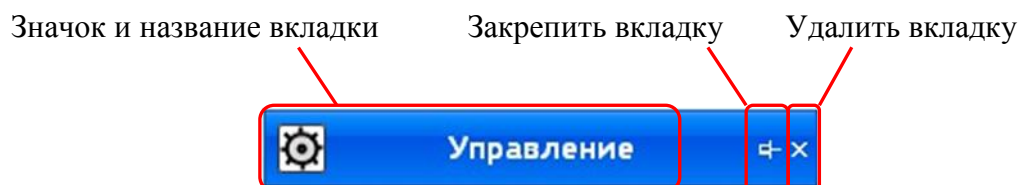

Рисунок 6.3 – Заголовок вкладки
6.3.2 Отображение вкладок задаётся в меню «Вид» и элементами управления в заголовках вкладок (рисунок 6.3).